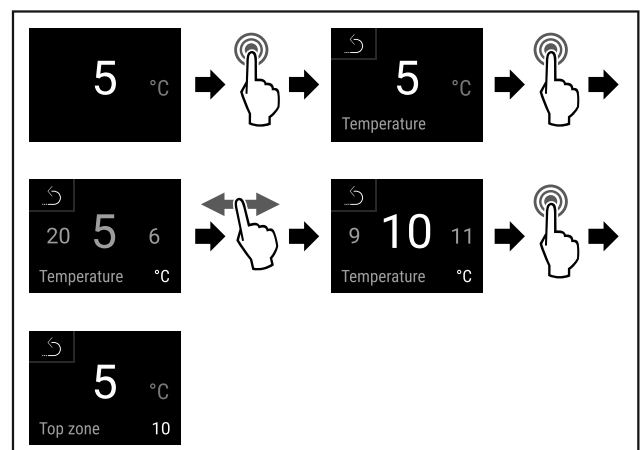

Fig. 67
► Eseguire i passi (vedere Fig. 67).